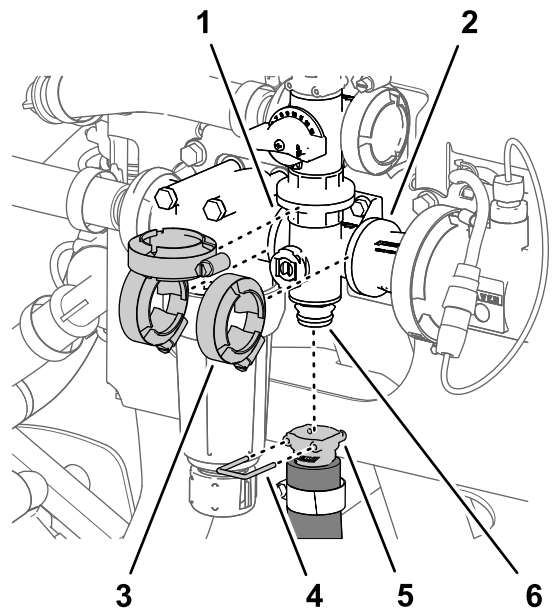
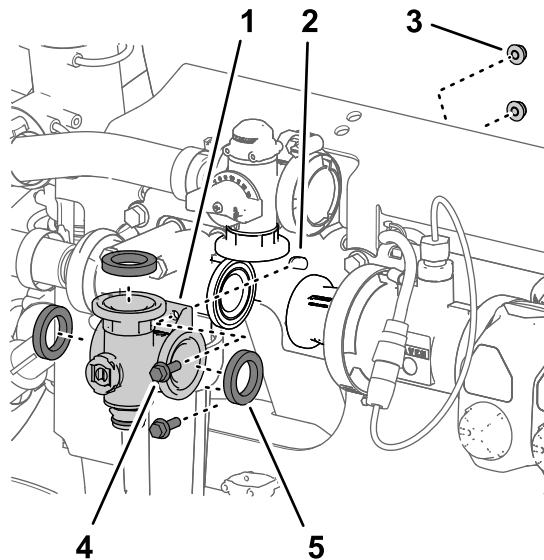

Bild 121
Bild 120
1. Fluchten Sie den Flansch des Rührwerkventilverteilers und drei Dichtungen mit den Flanschen des Rührwerksicherheitsventils, des Druckfilterkopfs und dem Kupplungsadapter aus (Bild 120 und Bild 121).
2. Befestigen Sie den Rührwerkventilverteiler mit drei Flanschklemmen, die Sie in Entfernen des Rührwerkventilverteilers (Seite 85) entfernt haben, lose am Rührwerksicherheitsventil, am Druckfilterkopf und am Kupplungsadapter (Bild 121).
5. Ziehen Sie die drei Flanschklemmen mit der Hand an (Bild 121).
6. Befestigen Sie die Schnellkupplung des Rührwerkschlauchs mit dem Schnellkupplungsstift am Schnellkupplungsanschlussstück des Rührwerkventilverteilers (Bild 121).